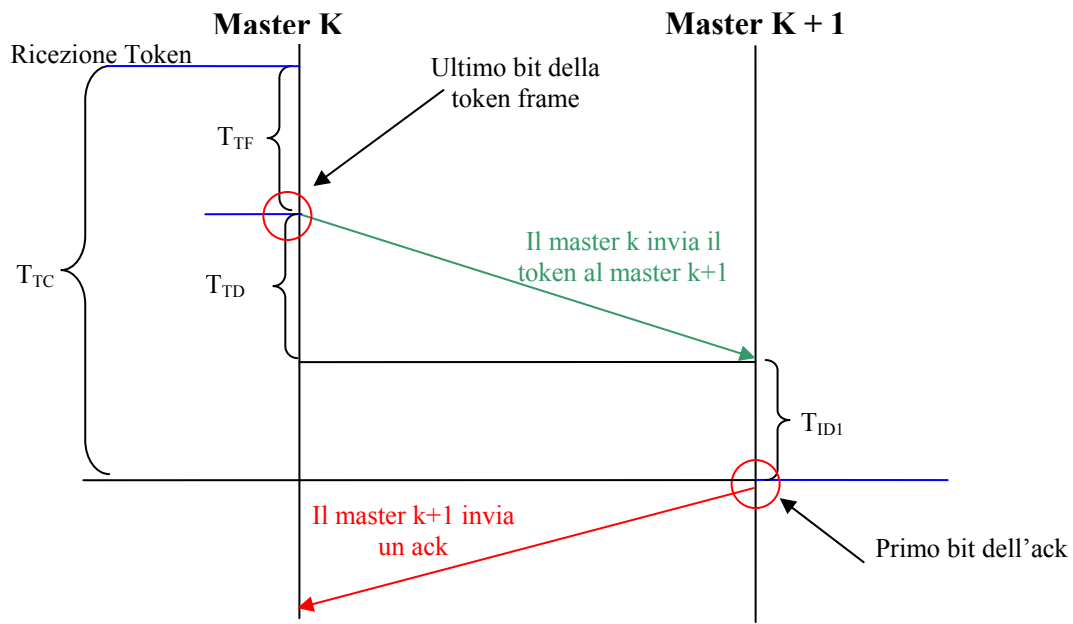

Figura 14-  $T_{TC}$
2. dai cicli di token. Un ciclo di Token, indicato con il parametro  $T_{TC}$ , è il carico del bus dovuto alla token frame inviata da un Master al suo successore Master. Il carico base totale per tutti i Master è dato da *na* cicli di token, dove *na* indica il numero di stazioni master. Con riferimento alla Figura 14, il parametro  $T_{TC}$  è dato da: